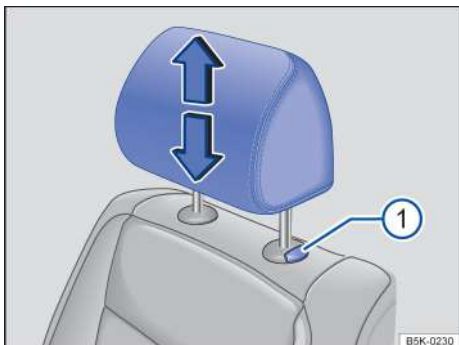
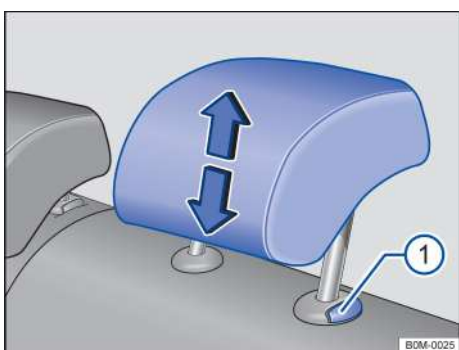

Рисунок 53. Подголовник переднего сиденья: регулировка
Рисунок 54. Подголовник заднего сиденья: регулировка
- Надавите на подголовник вверх или вниз в направлении стрелки, и может потребоваться нажать и удерживать кнопку →Рисунок 53 ⓘ или →Рисунок 54 ⓘ→⚠, Введение в тему, см. стр. 50.